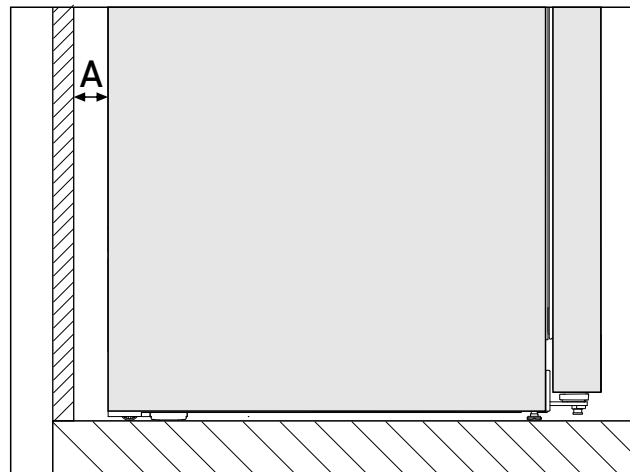

Fig. 4 *
Консумацията на енергия е изчислена при разстояние от стената Fig. 4 (A) между задната страна на уреда и стената. Ако разстоянието до стената е по-малко от Fig. 4 (A), това не оказва влияние върху функционалността на уреда. При по-малко разстояние до стената консумацията на енергия може леко да се увеличи и да се образува конденз по задната страна на уреда.*